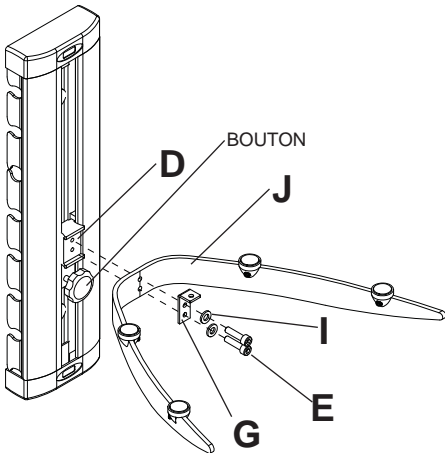

fig. 6.1
- 5 Fixez le support de plateau (J) et le support de verre (G) à pince de fixation plateau (D) en utilisant deux vis M5 x 18mm (E) et les rondelles (I) le montre la figure 6.1 en utilisant une clé hexagonale de 4 mm (M). Réglez le niveau du support de plateau (J) à la hauteur désirée, puis serrez le bouton pour le fixer.